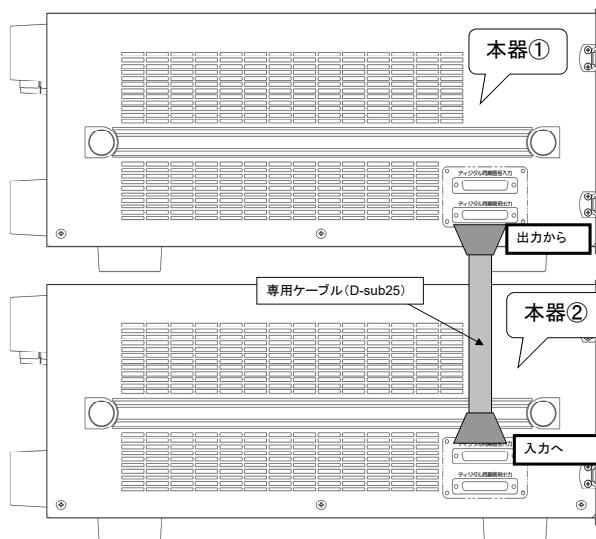

図 4-1 複数台周波数同期運転する際の接続例
本器複数台で周波数同期運転をするには、本器を複数台用意し、本器左側面のディジタル同期信号入力と出力（オプション）を D-sub25pin の専用ケーブルで接続します。図 4-1 に 2 台での接続例を示します。この配線では本器①の周波数が変わると、本器②の周波数が同期して変わることになります。
1. 図 4-1 のように本器を複数台接続した状態で、本器②の動作モードを“ホールド急変”にし、本器②の【出力要素】画面で周波数モードを“ディジタル同期”に選択します。ここで例として V1 相を出力してみるために、同画面の試験使用相の V1 相を有効にしておきます。